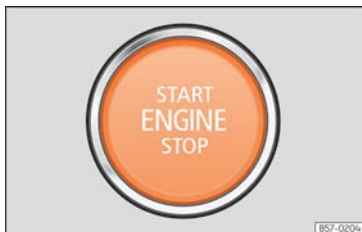

Fig. 164 Na parte inferior da consola central: botão de arranque.
Ao aceder ao veículo o botão de arranque » » **Fig. 164** pisca para chamar a atenção sobre ele.
- Pressione o botão de arranque »» Fig. 164 sem carregar no acelerador. Para que o motor arranque deve existir uma chave válida no veículo. Depois de arrancar o motor a iluminação do botão  mantém-se fixa a indicar que o motor está arrancado.
- Pressione brevemente o botão de arranque  Fig. 164.